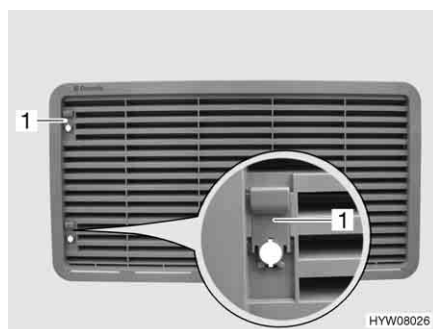

Fig. 150 Griglia di aerazione del frigorifero (con cursore)
- Spingere il cursore (Fig. 150,1) verso l'alto.